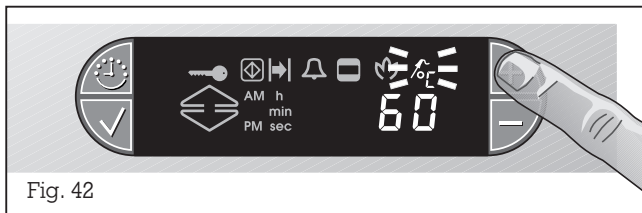

Fig. 42
- Appuyez sur la touche + . Le symbole  $\hat{\text{C}}$  (sonde de température à cœur) clignote sur l'afficheur qui propose également une valeur par défaut égale à 60 °C (fig. 42).